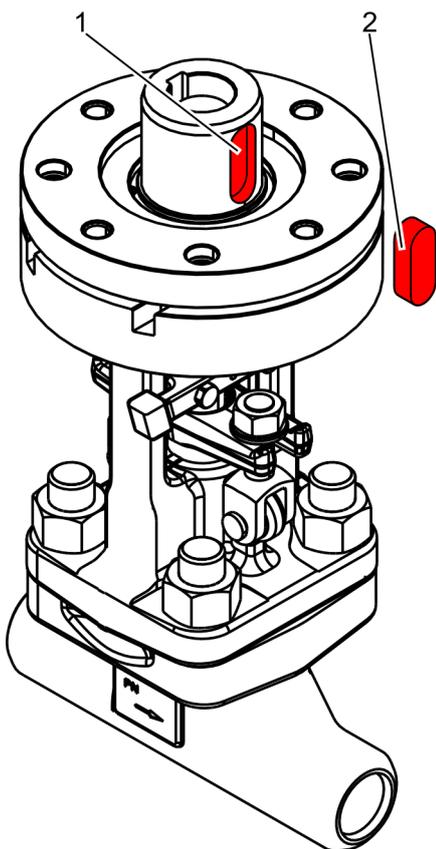

Fig. 37: Retirar la chaveta
4. ➤ Saque la chaveta (Fig. 37/2) del chavetero (Fig. 37/1) situado en el casquillo roscado.